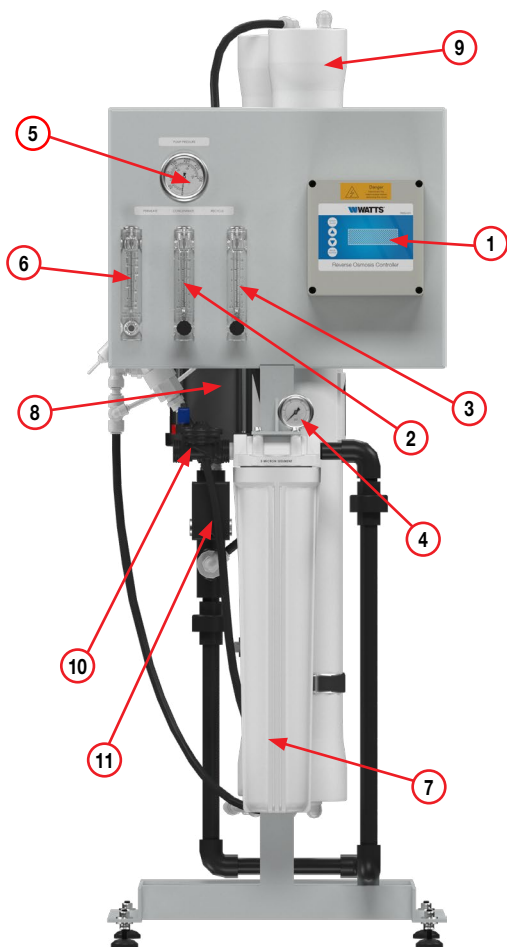

Figure 1
6. Vérifier qu'une cartouche de préfiltre est installée dans le boîtier. (Voir la Figure 1, article 7).
1. Raccorder la conduite d'eau d'alimentation prétraitée à l'entrée du préfiltre (Figure 1, article 10).
5. Ouvrez complètement la vanne de régulation de rejet (Figure 1, article 2).
6. Fermez complètement la vanne de régulation de recyclage des rejets (Figure 1, article 3).
7. Ouvrez le robinet d'arrêt de l'eau d'alimentation (Figure 1, article 10).
10. Ajustez les vannes de régulation de rejet (Figure 1, articles 2 et 3) jusqu'à ce que les débits désirés soient atteints. La fermeture de la vanne de rejet augmente le débit du produit et diminue le débit de rejet. L'ouverture de la vanne de recyclage des rejets diminue à la fois le débit de rejet et le débit du produit. Voir les directives de débit et le tableau de correction de la température dans l'annexe pour déterminer les débits pour différentes températures de fonctionnement.